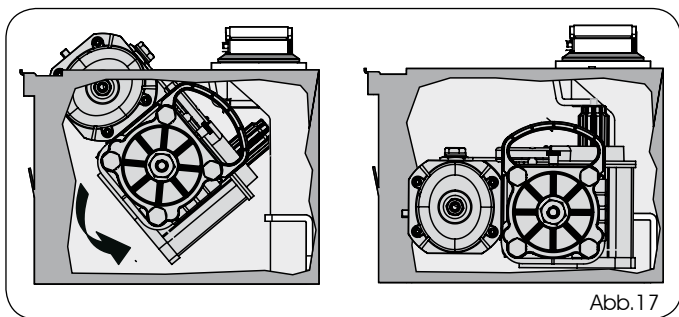

Abb.17
9) Den Antrieb mit Hilfe der entsprechenden Griffe in das Tragegehäuse einsetzen (siehe Abbildung 17 A, B).